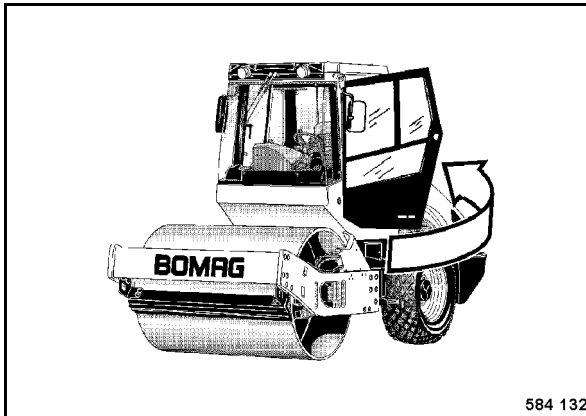

fig. 39
- Fermer la portière (fig. 39).